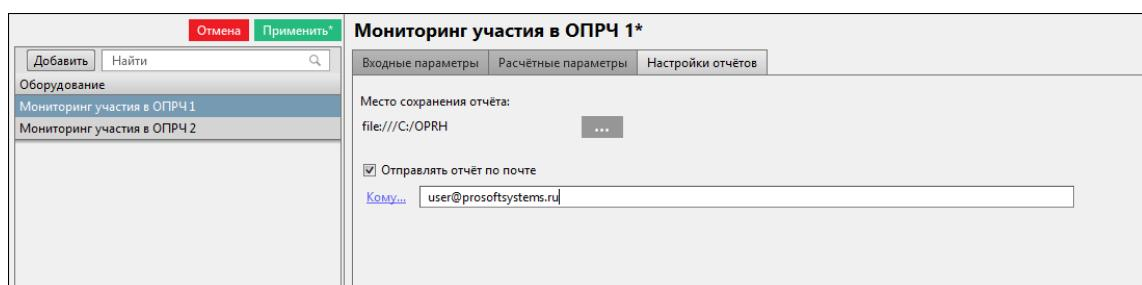

Рисунок 169 - Отправлять отчет по почте
5. По требованию. На вкладке **Настройки отчетов** у каждого мониторинга участия в ОПРЧ (Рисунок 169):